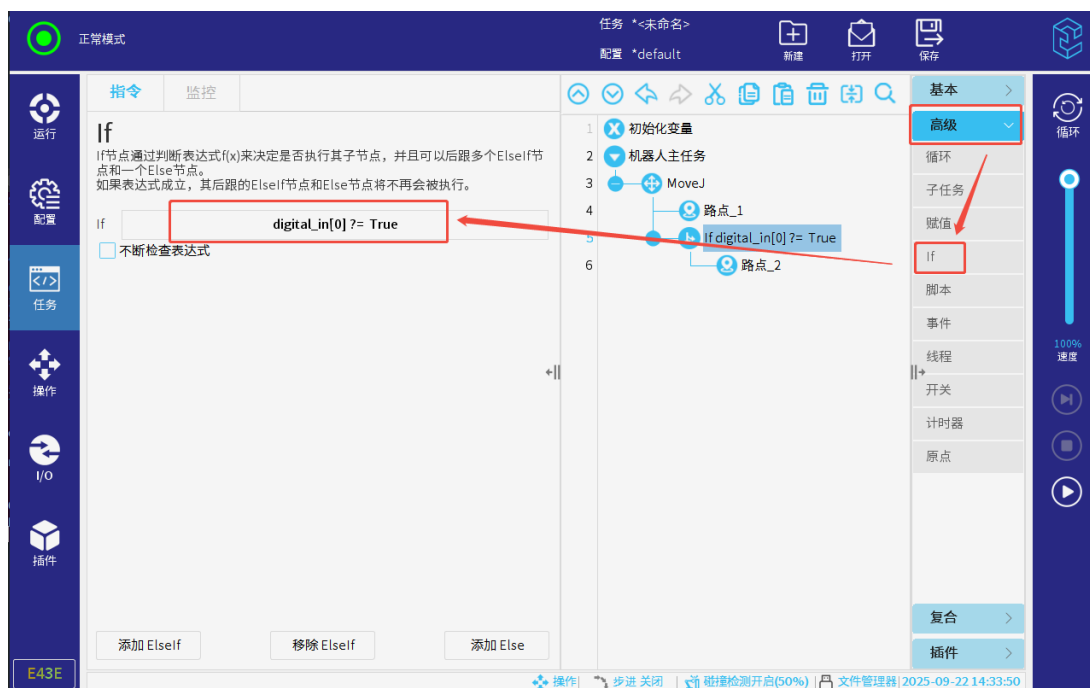

图 3-103: If
2. 点击任务树中的“If”，修改表达式，如图 3-103所示。